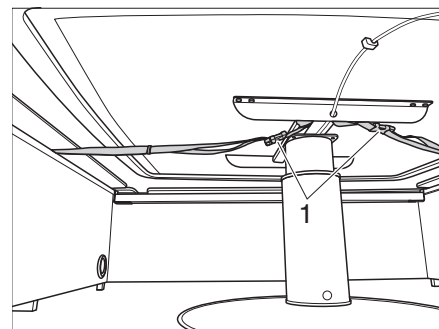

Bild 57 Säkring av lyftbord med remmar
- ▷ Lyftbordet är inte fäst vid marken. Sänk lyftbordet till undre stoppläge innan körning och fäst till sittbänkarna med medföljande remmar (Bild 57,1).